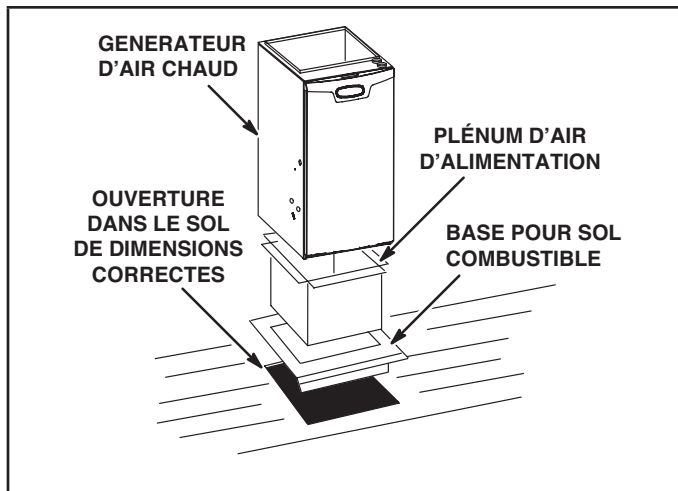

Figure 15
**Installation sur un sol combustible Figure 15**